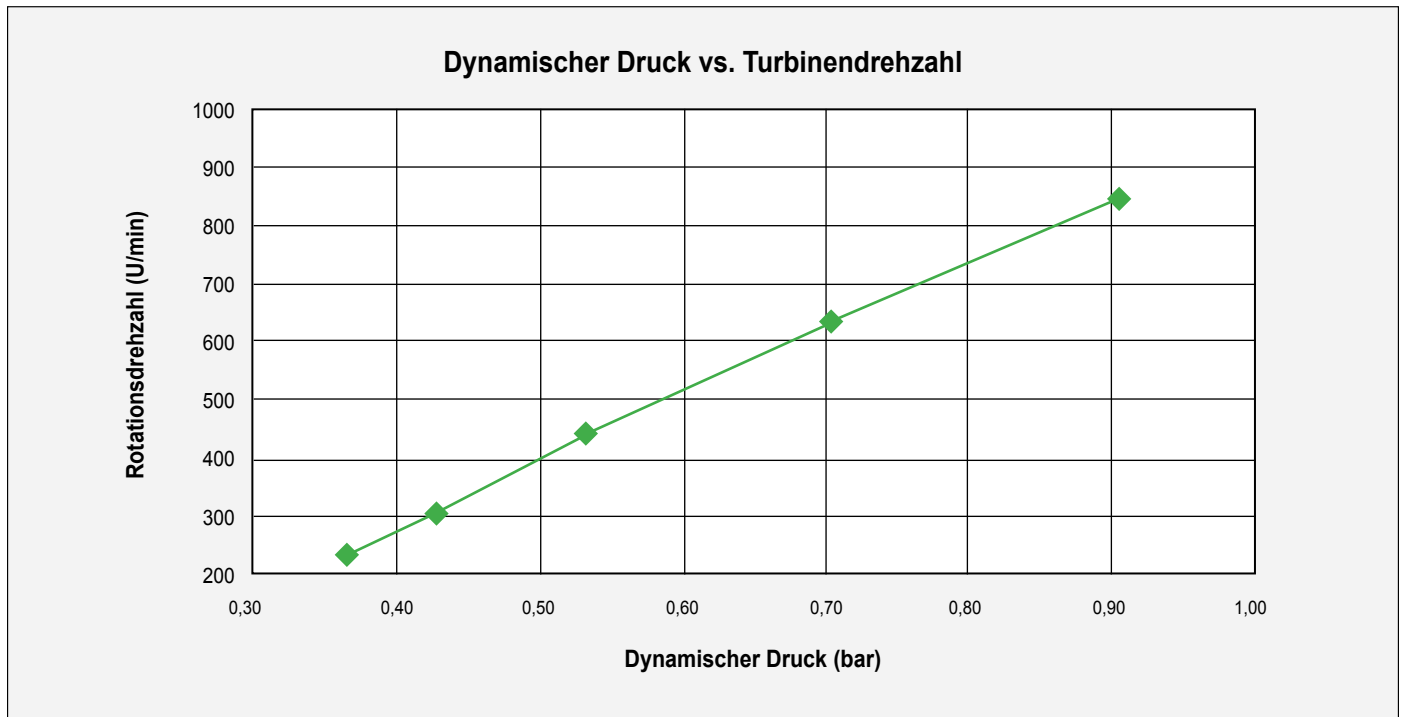

Abbildung 14: Rotationsdrehzahl der Glocke versus dynamischer Druck
5. Drücken Sie den Schiebeventilschalter auf dem Applikator nach vorn zum Applikatorrohr. Der Luftmotor beginnt zu drehen und es liegt Spannung an der Glocke an. Die Anzeige HV Ein auf dem 9060 leuchtet auf, sobald die Hochspannung eingeschaltet ist. Auf Abbildung 14 ist die Drehzahl neben dem Lufteinlassdruck bei ausgelöstem Applikator aufgeführt. Diese Tabelle kann bei der Einstellung des Anfangsdrucks verwendet werden.